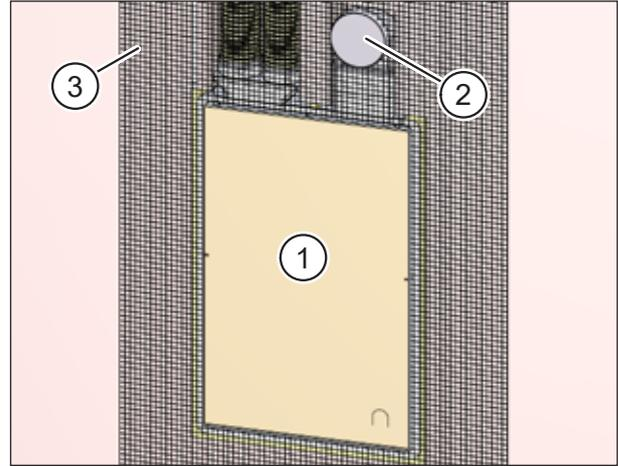

Abb. 31: Montageset und Flachkanäle / Flexrohre im Innenbereich einputzen
- ▶ Achten Sie darauf, dass der Putzschutzdeckel (Pos. 1 in Abb. 31) im Mauerkasten sitzt.
- ▶ Kleben Sie die Auslässe für Abluft und Zuluft mit Klebeband ab (Pos. 2 in Abb. 31).
- ▶ Bringen Sie das Putzgewebe M-WRG-II PG (Pos. 3 in Abb. 31) auf dem Montageset und der Massivwand an.